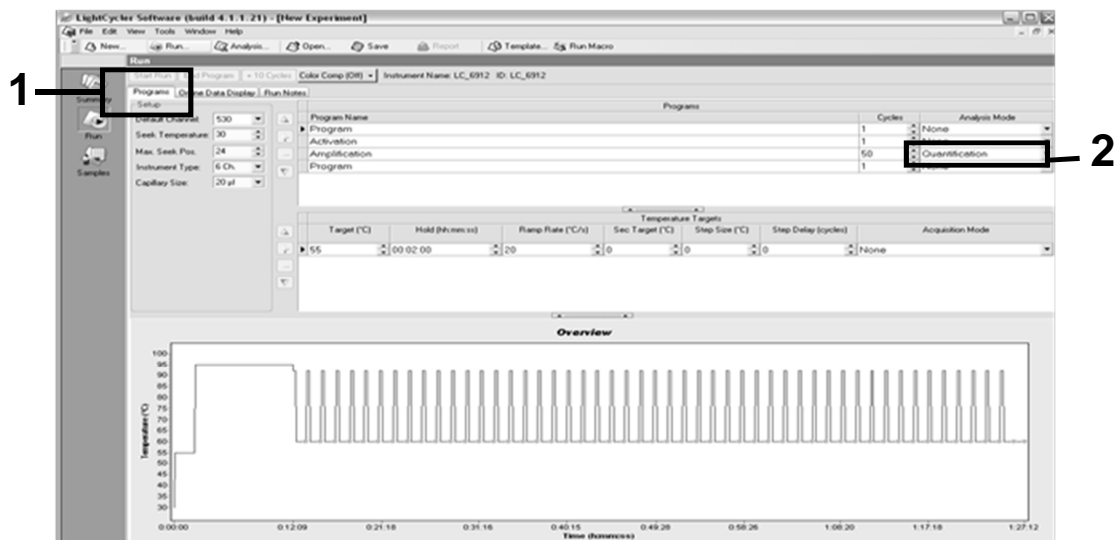

Figura 28. Schermata di programmazione per lo strumento LightCycler 2.0.
10. Programmare il termociclatore (Figura 28) con il programma indicato nella Tabella 13.